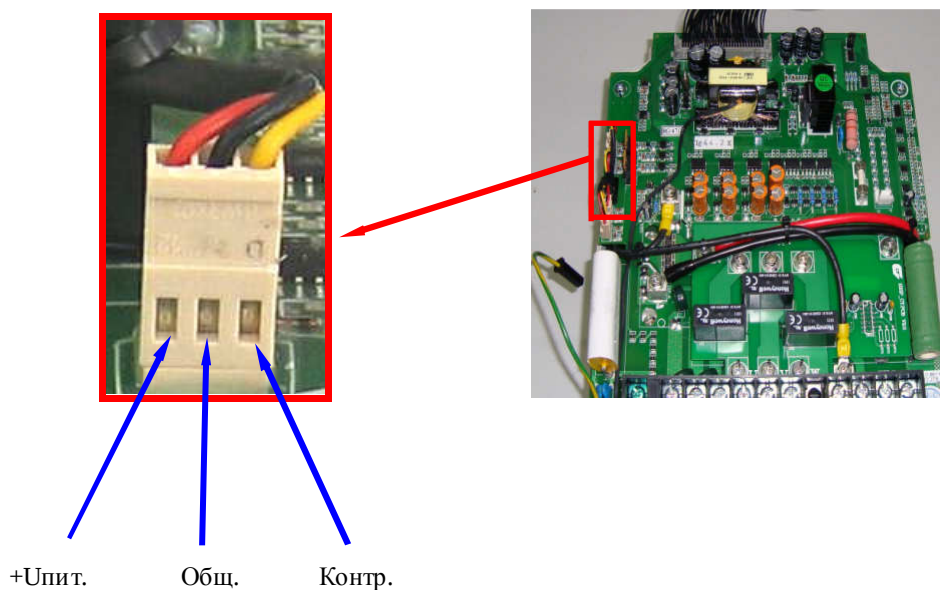

Рис. 4.10. Диагностика вентиляторов.
- 4.9.5. В случае появления сообщения об ошибке «ОН2» поочередно измерить напряжение на разъемах FAN 1... FAN 4 между выводами Общ. и Контр. (см. рис. 4.10). У исправного вентилятора напряжение при работе должно составлять менее 1 В. Если напряжение составляет 13... 18 В - вентилятор неисправен. Неисправный вентилятор подлежит замене (п. 5.3).